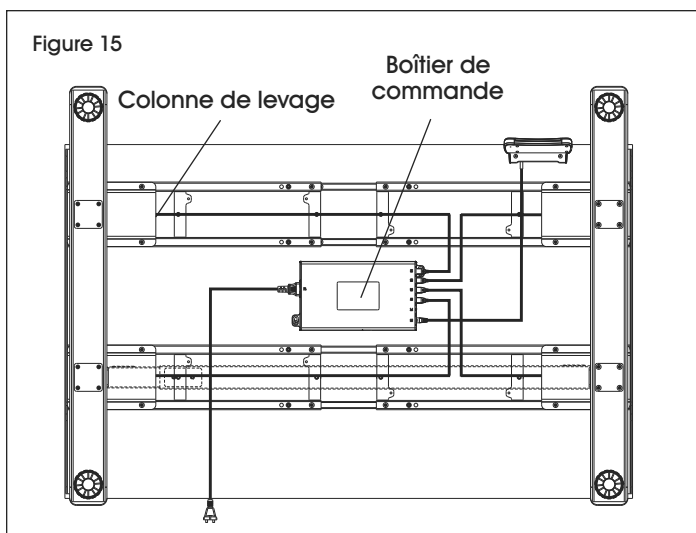

Figure 15
15. Connectez les cordons de type Ethernet aux ports M1 à M4 du boîtier de commande et des colonnes de levage. (Voir Figures 15 et 16)